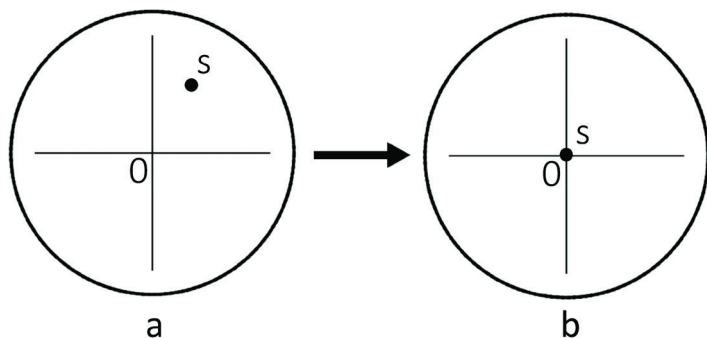

Рис. 17. Настройка положения изображения объекта.
- Наблюдая объект через окуляры (окуляр), найдите в поле зрения отличительную деталь изображения, которую легко идентифицировать, например, точку S на рис. 17а.